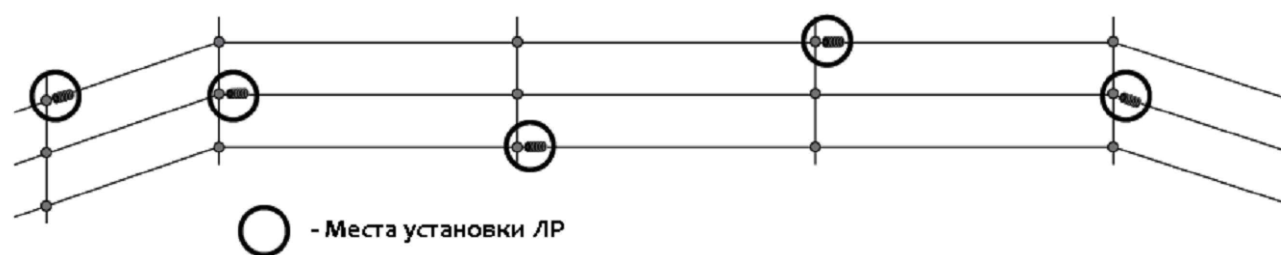

РИС.4 Схема установки PMM-20 в "шахматном" порядке
4.1 Устройства могут устанавливаться по одному на каждую опору с последовательным чередованием фаз (РИС.4). Данная схема применяется при длине пролета ВЛ до 80 м.